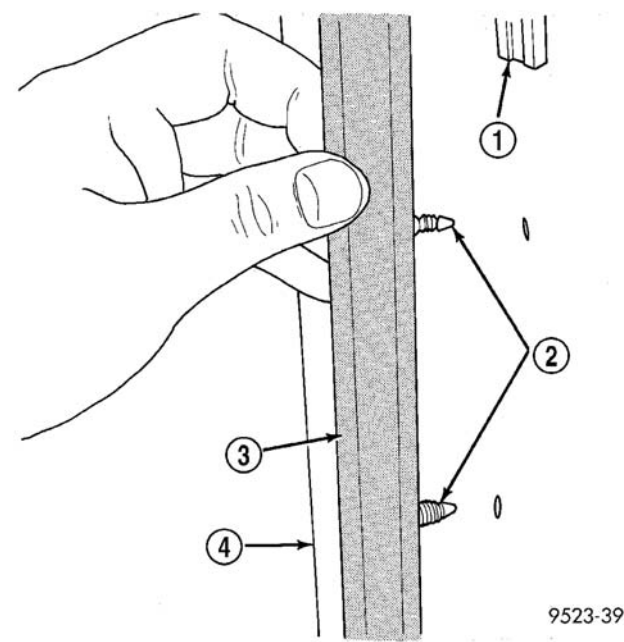

图 2 前车门密封条
(1) 打开前车门。
(2) 用叉工具（C-4829），卸下将前门密封条固定至端框和车门底部的螺钉式扣件（图 2）。
(3) 将密封条自车窗框周围固定槽处拉出。
(4) 从车辆上卸下密封条。
(1) 将密封条固定到车门。
(2) 将固定前车门密封条到端框和门底部的按销装接上（图 2）。
(3) 将密封条安装到车窗框周围固定槽处。
(4) 关闭前车门。